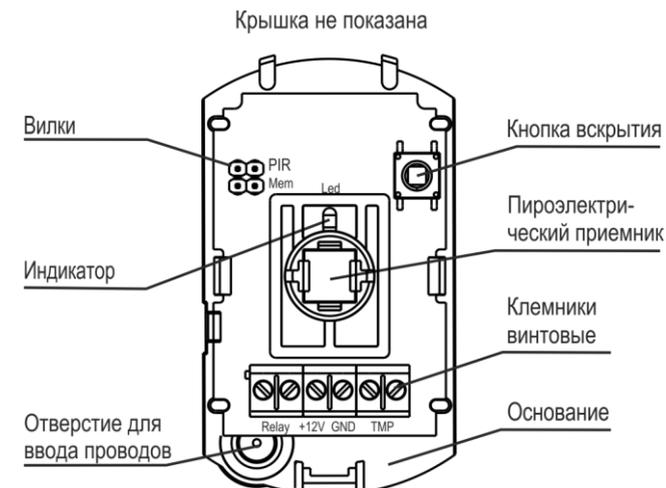

Рисунок 3
**5.1** Конструктивно извещатель выполнен в виде блока, состоящего из основания и съемной крышки. Внутри блока смонтирована печатная плата с расположенными на ней с двух сторон радиоэлементами и клеммниками винтовыми для внешних подключений (рисунок 3).